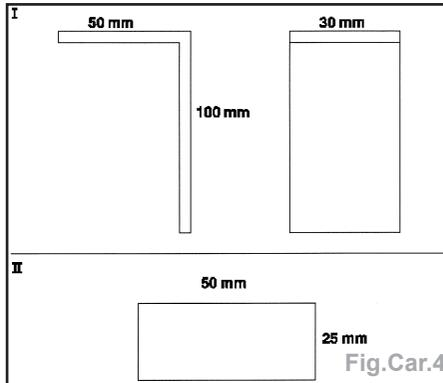

Fig.Car.4
- On peut découper, dans le reste de la partie neuve longeron de cadre avant (court), un angle (I) et un rectangle (II) (Fig.Car.4)